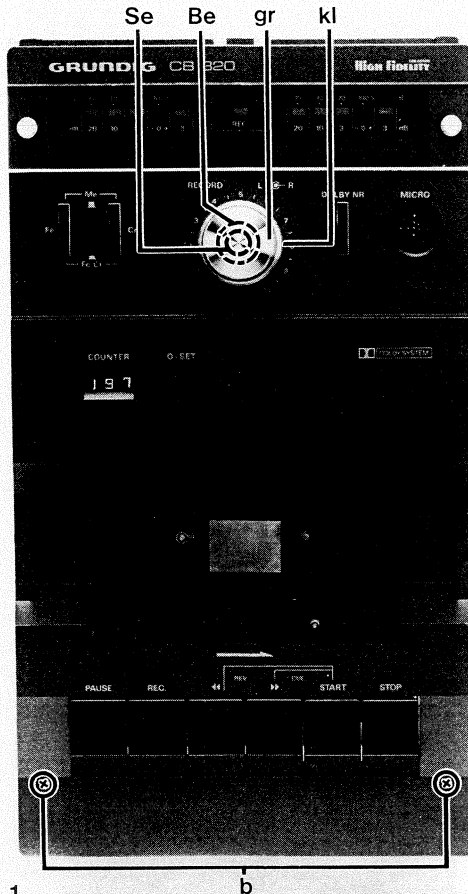

Abb. 1
1. Ausbau des Cassettenrecorders (Abb. 1)
3. Leiterplatte ausbauen (Abb. 1,3)